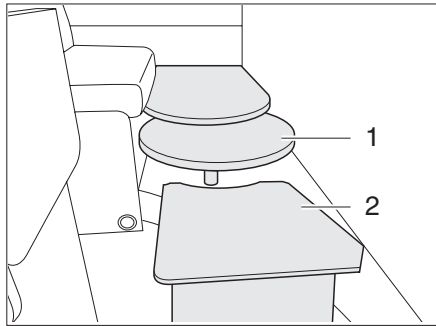

Fig. 43 Prolunga del letto (letto supplementare)
- ▶ Collocare la prolunga del letto (Fig. 43,2) del letto supplementare sulla prolunga del piano del tavolo (Fig. 43,1).